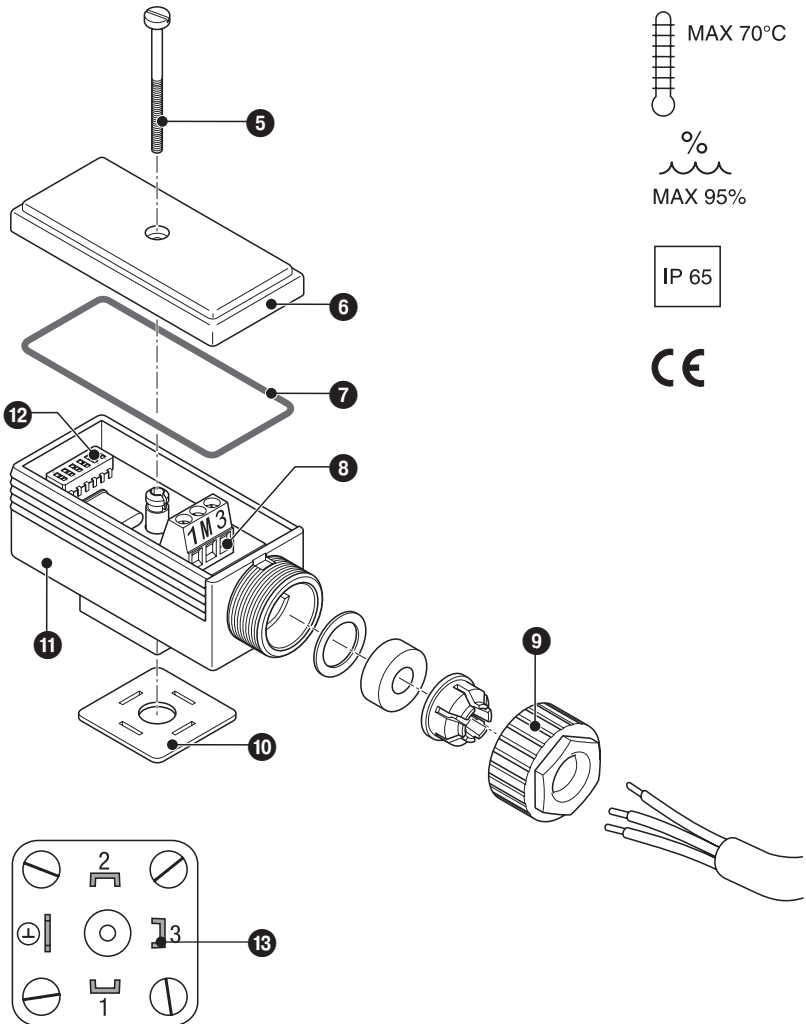

Fig. 9
1. Schraube ⑤ lösen. **Fig. 9**
2. Anschlusskopf von der Niveauelektrode abziehen, Gummischeibe ⑩ auf der Kontaktplatte ⑬ liegen lassen.
3. Deckel ⑥ mit Dichtung ⑦ abnehmen.
4. Kabelverschraubung ⑨ von Steckergehäuse ⑪ demontieren.
5. Kabel durch Kabelverschraubung ⑨ von Steckergehäuse ⑪ führen und die Klemmleiste ⑧ gemäß Anschlussplan belegen.
6. Deckel ⑥ aufsetzen und Schraube ⑤ durchstecken.
7. Steckergehäuse auf die Niveauelektrode aufstecken und mit Schraube ⑤ fixieren.